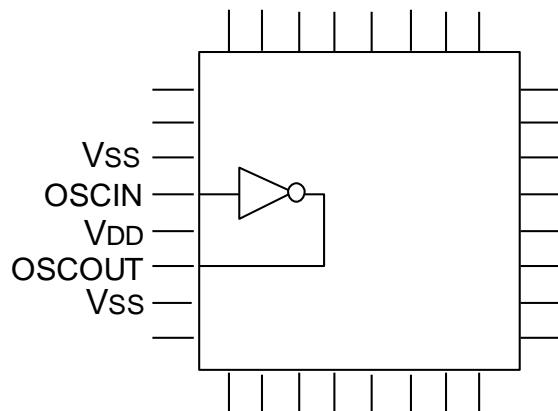

図 7-4 クリティカル信号配置例 2
- (d) 発振回路の入出力端子 (OSCIN、OSCOUT) はお互い近くに配置し、電源端子 (V_{DD} 、 V_{SS}) で挟んで下さい。また、発振回路と同期する出力端子を近くに配置しないで下さい。 (図 7-4)